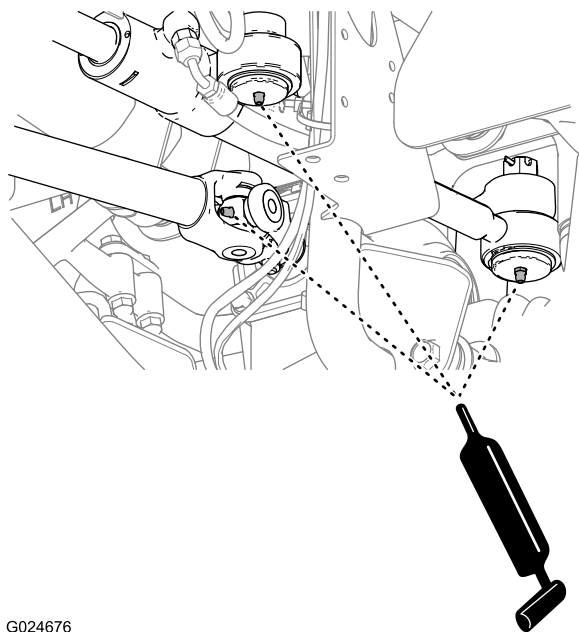
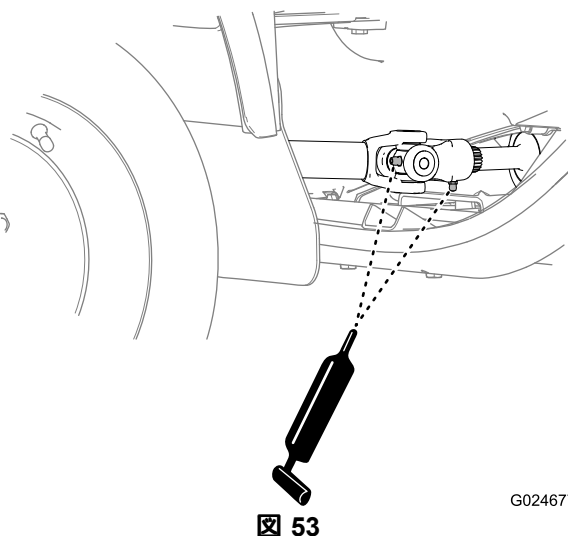

図 52
図 53
1. ステアリングシリンダ前部と後部のボールジョイントについているグリスフィッティングをきれいに拭く 図 52。
2. ステアリングシリンダ前部と後部のボールジョイントについているグリスフィッティングからグリスを注入する 図 52。
2. スライドヨークとユニバーサルジョイント2個についているグリスフィッティングにグリスを注入する 図 52と 図 53。
1. Uジョイントの前部および後部、スライドヨーク、およびユニバーサルジョイント2個それぞれについているグリスフィッティングをきれいに拭く 図 52と 図 53。